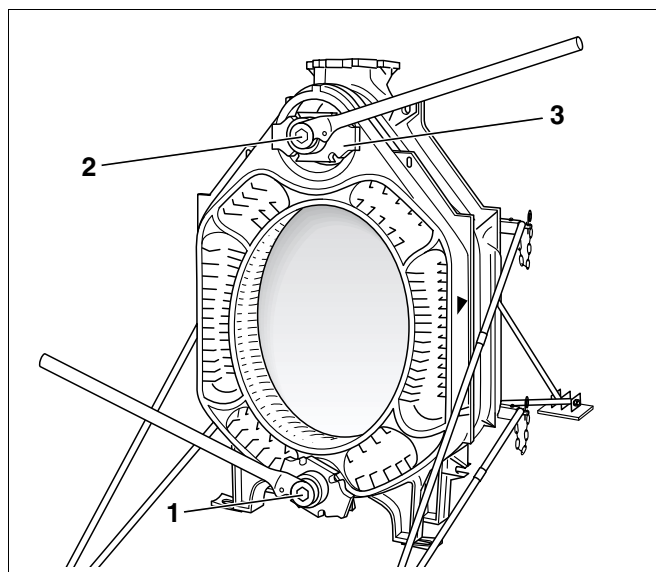

Рис. 19 Применение стяжного инструмента котла
Применять стяжной инструмент размера 2.2 или 2.3 (рис. 4 или рис. 5 и рис. 19, **поз. 1 и 2**).
- Надеть фланцы (рис. 19, **поз. 3**) со стяжной гайкой на фланцы (рис. 4, стр. 14 или рис. 5, стр. 14, **поз. 4**).